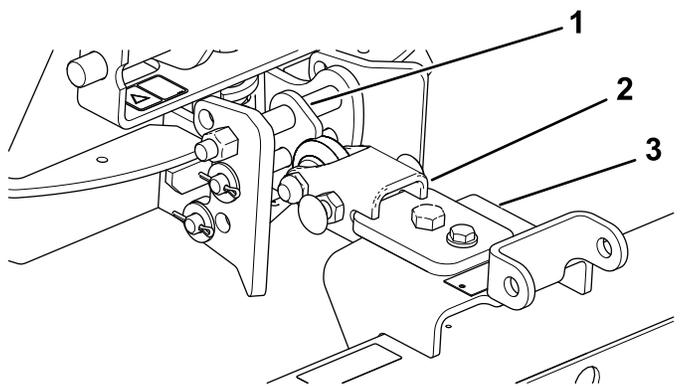

Figura 11
1. Monte el conjunto del enganche de manera que el lado angulado se encuentre en la parte superior (Figura 11).
2. Monte la barra de tracción en la parte superior de la barra de suspensión (Figura 11).